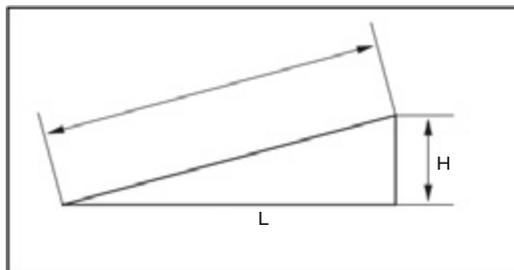

Рис. 40
3. Погрузочная рампа должна быть достаточно длинной, чтобы ее угол наклона составлял 15° (27%) или менее (рис. 40).